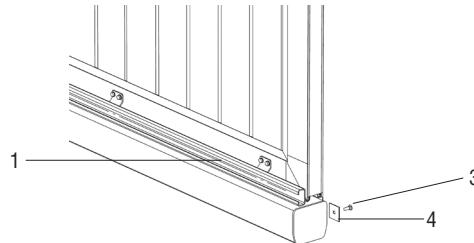

Рисунок 2
2. Заведите в С-профиль (1) болт с полукруглой головкой (3) и закладной пластиной (4) (см. рисунок 2).